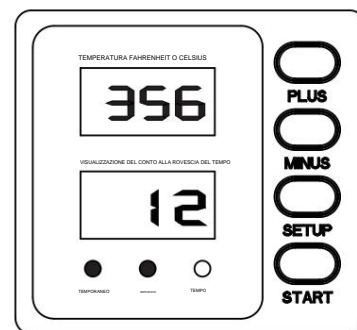

Figura 3
3. Fare clic due volte su "SETUP" per passare alla modalità di impostazione dell'ora, il valore dell'ora sullo schermo lampeggia (come mostrato nella Figura 3), fare clic sul pulsante "PLUS" per aumentare l'ora di lavoro impostata, fare clic sul pulsante "MINUS" per ridurre l'ora di lavoro impostata. Quando l'ora desiderata è impostata, fare nuovamente clic su "SETUP" per uscire dalla modalità di impostazione dell'ora.